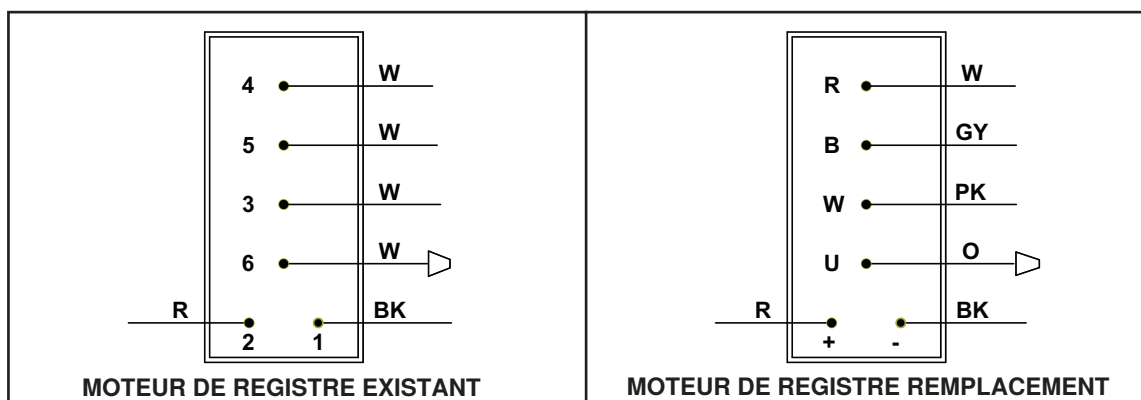

Figure 7. Schéma de câblage du moteur de registre de remplacement (PN 159877)
4. Branchez le câblage du moteur de registre conformément au Tableau 8 et à la Figure 7. Assurez-vous que toutes les connexions sont sécurisées.